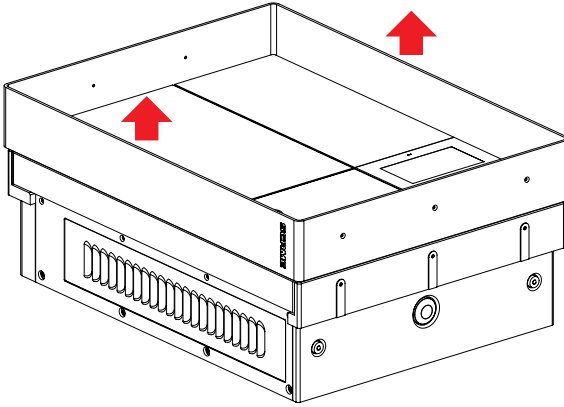

Imagen 4: Retirada del marco metálico
- Tire suavemente del marco metálico y déjelo correr hasta que se deslice por completo, luego déjelo a un lado. Vea la imagen 4.